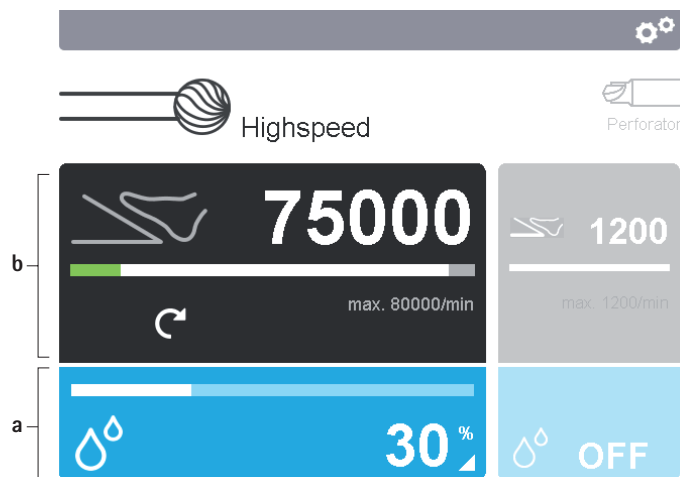

Fig. 5 Activar painéis de comando
- Alterar parâmetros de configuração da unidade de aplicação: Premir o painel de comando da unidade de aplicação **b** no mostrador 2, ver Fig. 5.